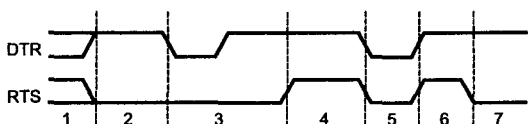

Рис. 2.18. Запрос идентификатора устройства PnP
Современные ПУ, подключаемые к COM-порту, могут поддерживать спецификацию PnP. Основная задача ОС заключается в идентификации подключенного устройства, для чего разработан несложный протокол, реализуемый на любых COM-портах чисто программным способом (рис. 2.18):
4. В течение 0,2 с ожидается приход первого символа от устройства. По приходе символа начинается прием идентификатора (см. ниже). Если за это время символ не пришел (рис. 2.18), выполняется вторая попытка опроса (см. п. 5), несколько отличающаяся от первой.